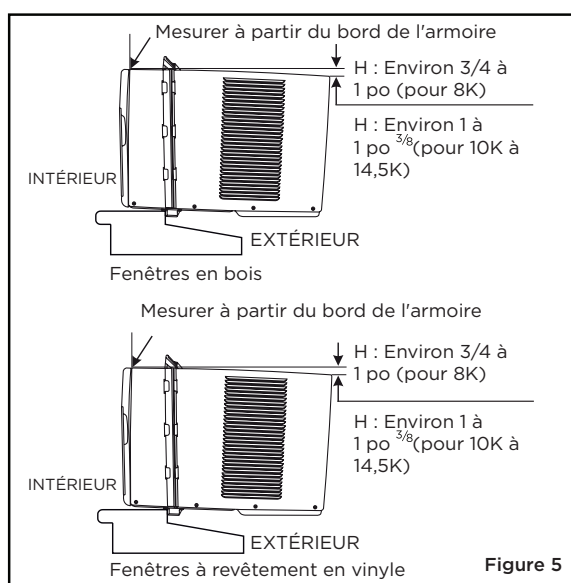

Figure 5
A. Tout en tenant fermement le climatiseur, placez soigneusement l'appareil dans la fenêtre de manière à ce que le bas du cadre du climatiseur soit contre le rebord de la fenêtre (Figure 5). Fermez soigneusement la fenêtre derrière le rail supérieur de l'unité.
Vérifiez que le climatiseur est incliné vers l'arrière de la hauteur H (Figure 5) (environ 3 à 4 degrés vers l'extérieur). Après une installation correcte, le condensat ne devrait pas s'écouler par le trou d'évacuation du trop-plein pendant une utilisation normale. Ajustez la pente si nécessaire.